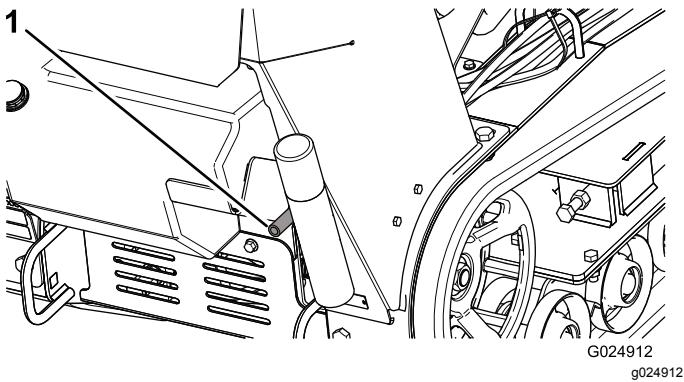

Figura 34
5. Collocate una bacinella sotto il tubo di spurgo. Girate la valvola di spurgo dell'olio per lasciar defluire l'olio (Figura 33 e Figura 34).